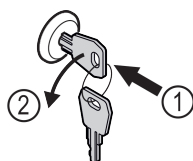

Fig. 123
- Inserire la chiave. Fig. 123 (1)
- Ruotare la chiave di 90° in senso antiorario. Fig. 123 (2)